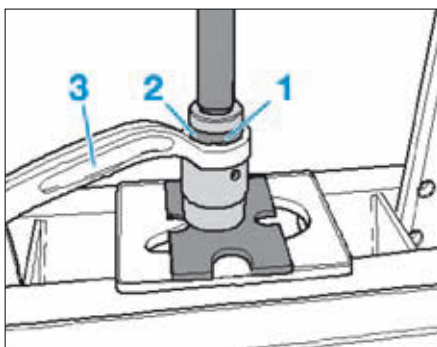

FIG. 21
- Repérer la position (1) de dépassement du palier (2) côté rotule sur le bras (3) et reporter ce repère sur le palier neuf (Fig.21).